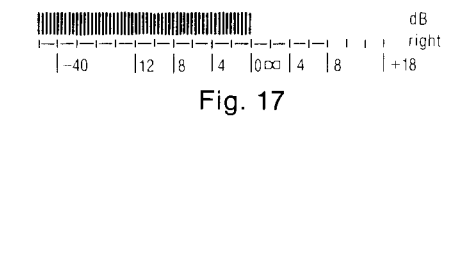

Fig. 17
8. En este momento, comprobar si el indicador de 0 dB está iluminado a medias (intensidad luminosa intermedia entre intensidad máxima y apagado: ver la Fig. 17).